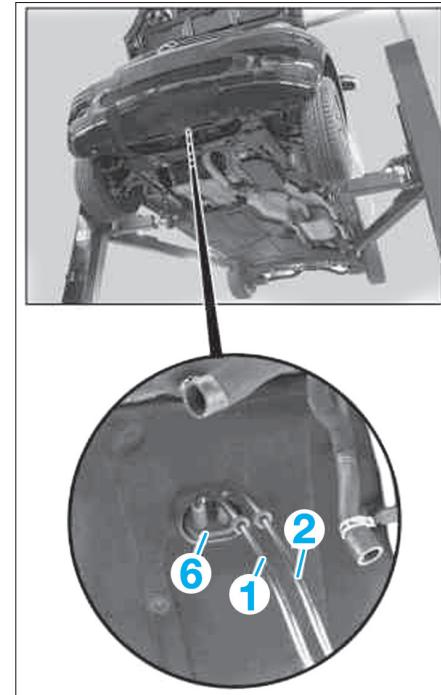

FIG. 5
- Dégrafer du tablier le manchon (6) des câbles de commande (1) et de sélection (2) (Fig.5).